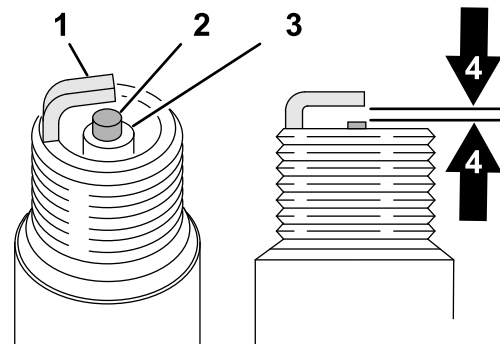

図 36
- 中央の電極部 (図 36) を観察する。絶縁体部がうす茶色や灰色なら適正、黒い汚れがある場合にはエアクリーナの不良を考える。
- 中央電極と側面電極との間の距離エアギャップを測定する 図 36。正しいエアギャップは 0.76 mm。